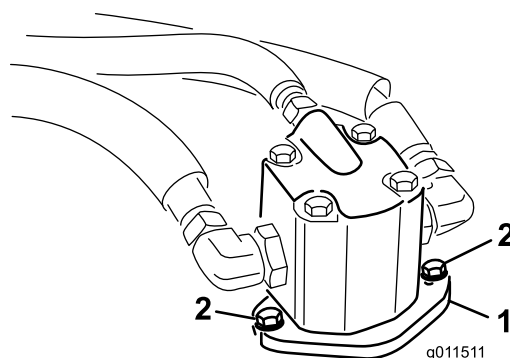

Figure 116
- Enlevez les boulons qui fixent le moteur hydraulique au plateau de coupe (Figure 116).